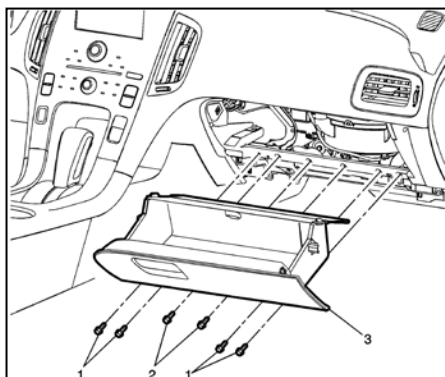

Fig. 5
11. Retire los sujetadores del compartimiento inferior del panel de instrumentos (1) y los sujetadores de amarre (2) (ver Fig. 5).
12. Retire el compartimiento inferior del panel de instrumentos (3).